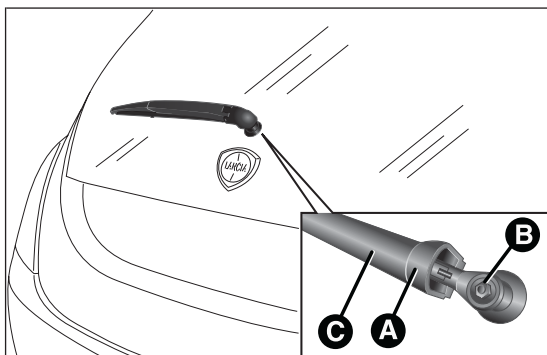

fig. 163
- soulever le couvercle A fig. 163, dévisser l'écrou B et retirer le bras C ;